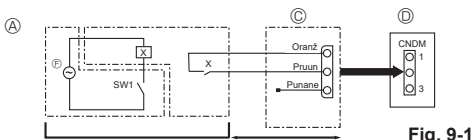

Fig. 9-1
9.1. Vähese müra režiim (kohapealne modifikatsioon) (Fig. 9-1)